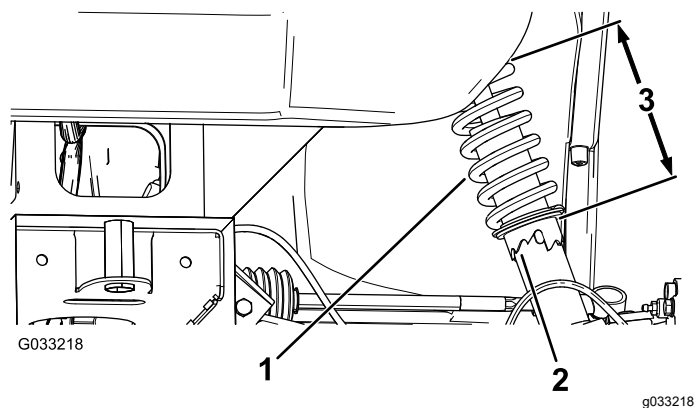

Figure 50
- Si le carrossage des roues n'est pas correct, utilisez la clé à ergots pour tourner le collet sur l'amortisseur et orienter la roue correctement (Figure 50).